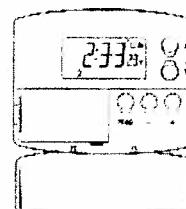

Fig. 6
- Basculer vers le bas le couvercle en façade inférieure du thermostat (Fig. 6).